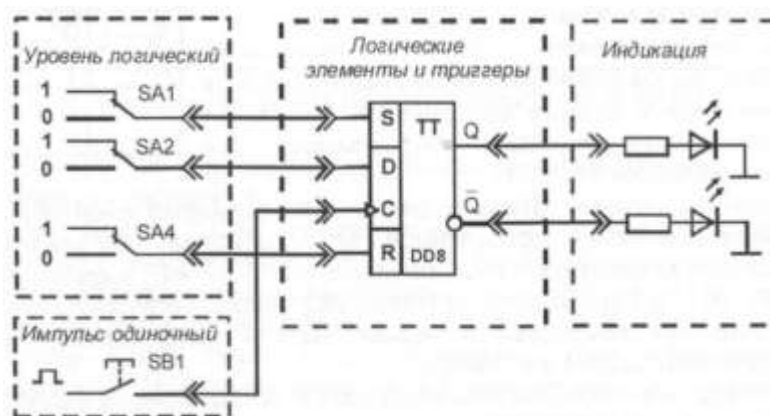

Рисунок 16 - Схема соединений для исследования D-триггера при подаче на вход одиночных импульсов
1. Проверить таблицу истинности D-триггера и определить, исправен ли он. Для этого собрать схему (рис. 16), подключив гнезда «Уровень логический» к входам R, S и D, находящимся на одной горизонтали с соответствующими входами D-триггера.